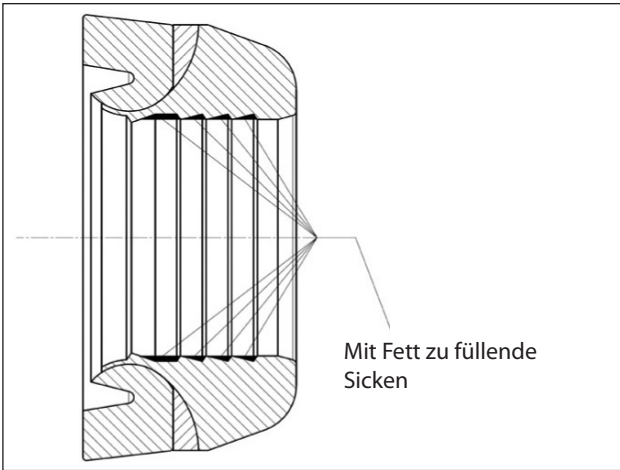
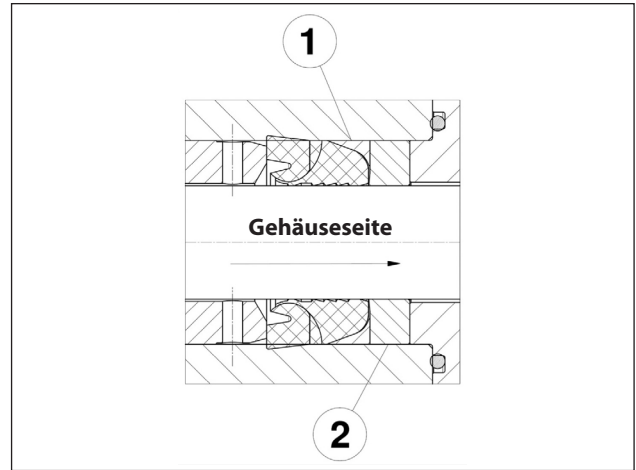
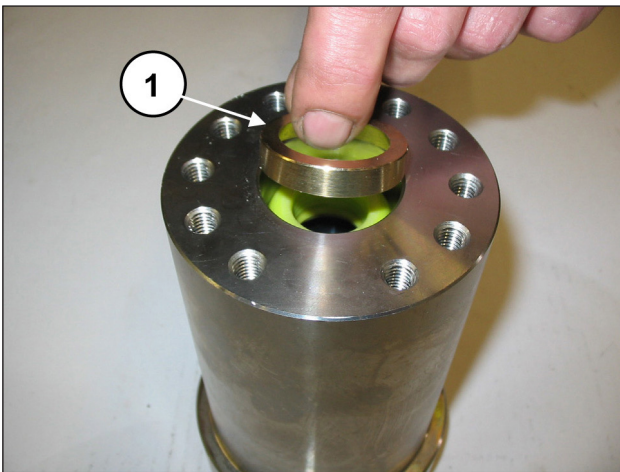
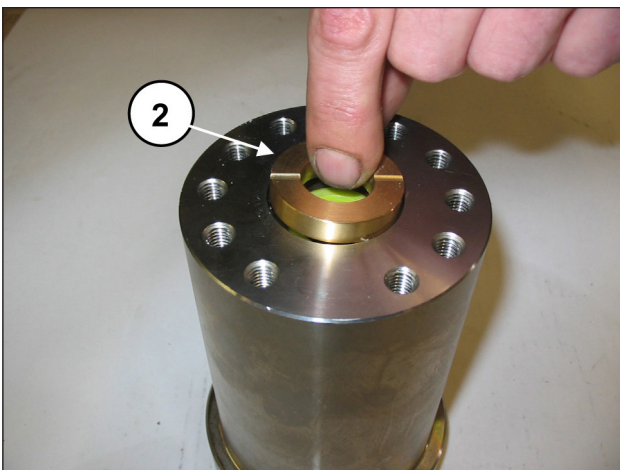

Abb. 121
Abb. 124
Abb. 122
Abb. 123
Die HD-Dichtung muss lt. Abb. 121 und Abb. 122 eingesetzt werden.
Tragen Sie das Fett so auf den Innendurchmesser auf, dass sämtliche Sicken zwischen den Dichtlippen einwandfrei gefüllt werden, siehe Abb. 122.
Setzen Sie den Stützring und die Dichtungshülse ein (Pos. ① und ②, Abb. 122, Abb. 123 und Abb. 124).
**Führen Sie die Dichtungshülse ② mit den zwei nach außen gerichteten Aussparungen (zur Gehäuseseite) gemäß Abb. 123 ein.**